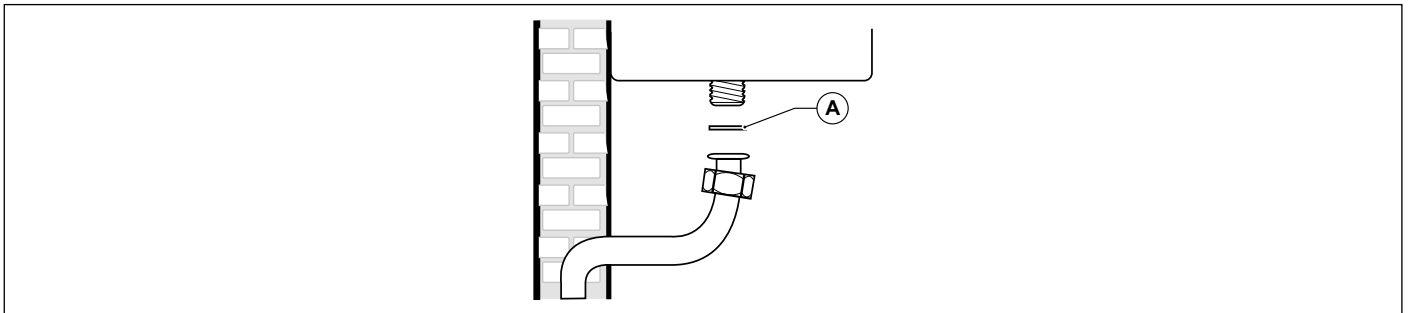

Fig. 15 Conexión a la red de gas
**ES OBLIGATORIO, para conectar la toma de gas de la caldera a la tubería de alimentación colocar una junta (A) de medidas y materiales adecuados (ver Fig. 15 Conexión a la red de gas).**